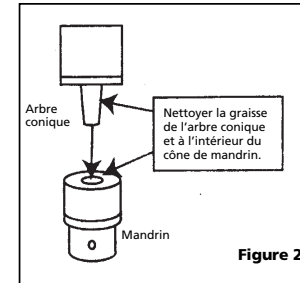

Figure 2
- Nettoyer la graisse du mandrin et de l'arbre (figure 2).